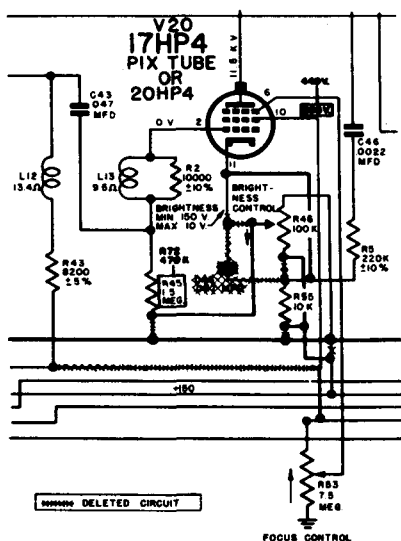

Fig. 46 — Zenith
***Using wider latitude picture tubes (see Fig. 46).***